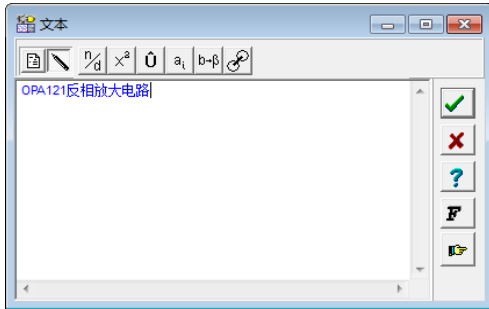

图 15 文本编辑对话框
⑤ 点击工具栏中的“文本”图标按钮，弹出如图 15 所示的文本编辑对话框输入“OPA121 反相放大电路”。点击文本编辑对话框右侧  按钮，可修改字形、字体、颜色等，点击  按钮，出现快捷菜单，修改边框为“无”。点击对话框中的【确定】按钮将文本定位并放置在电路图中。